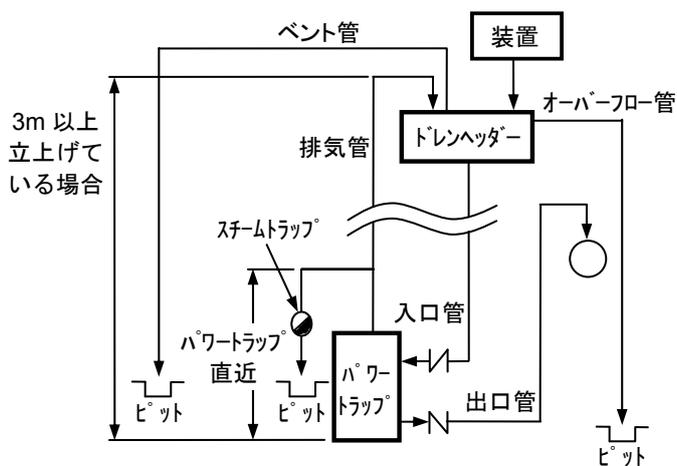

図 1
- ・排気管の本体取出口付近にスチームトラップを取付ける。(図 1)